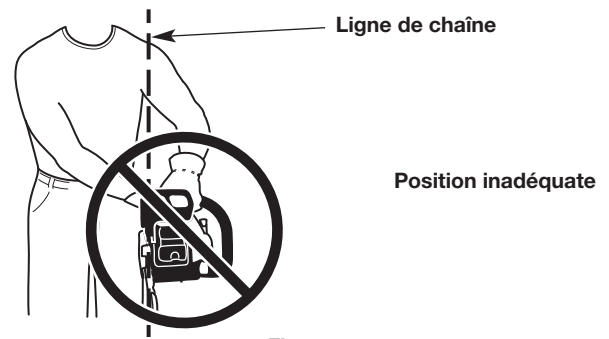

Fig. 14
**AVERTISSEMENT** : Utiliser toujours les placements de main précisés ci-dessous que l'opérateur soit gaucher ou droitier. Cela aidera à garder l'opérateur légèrement à gauche de l'appareil et à l'écart de la ligne directe de la chaîne en cas de rebond (Fig. 13 et Fig. 14). Toujours garder toutes les parties du corps à la gauche de la ligne de chaîne.